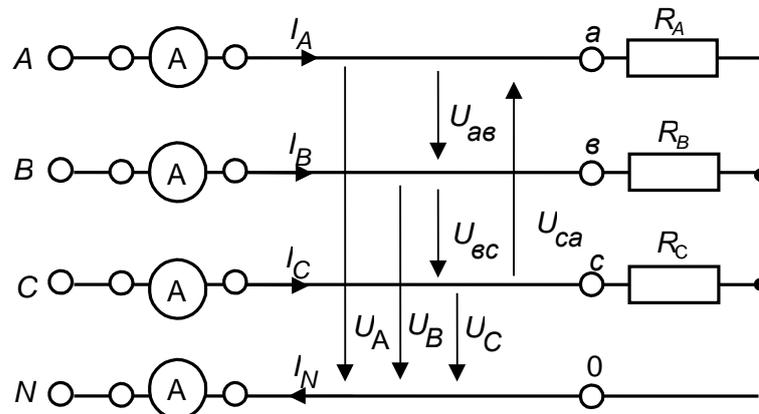
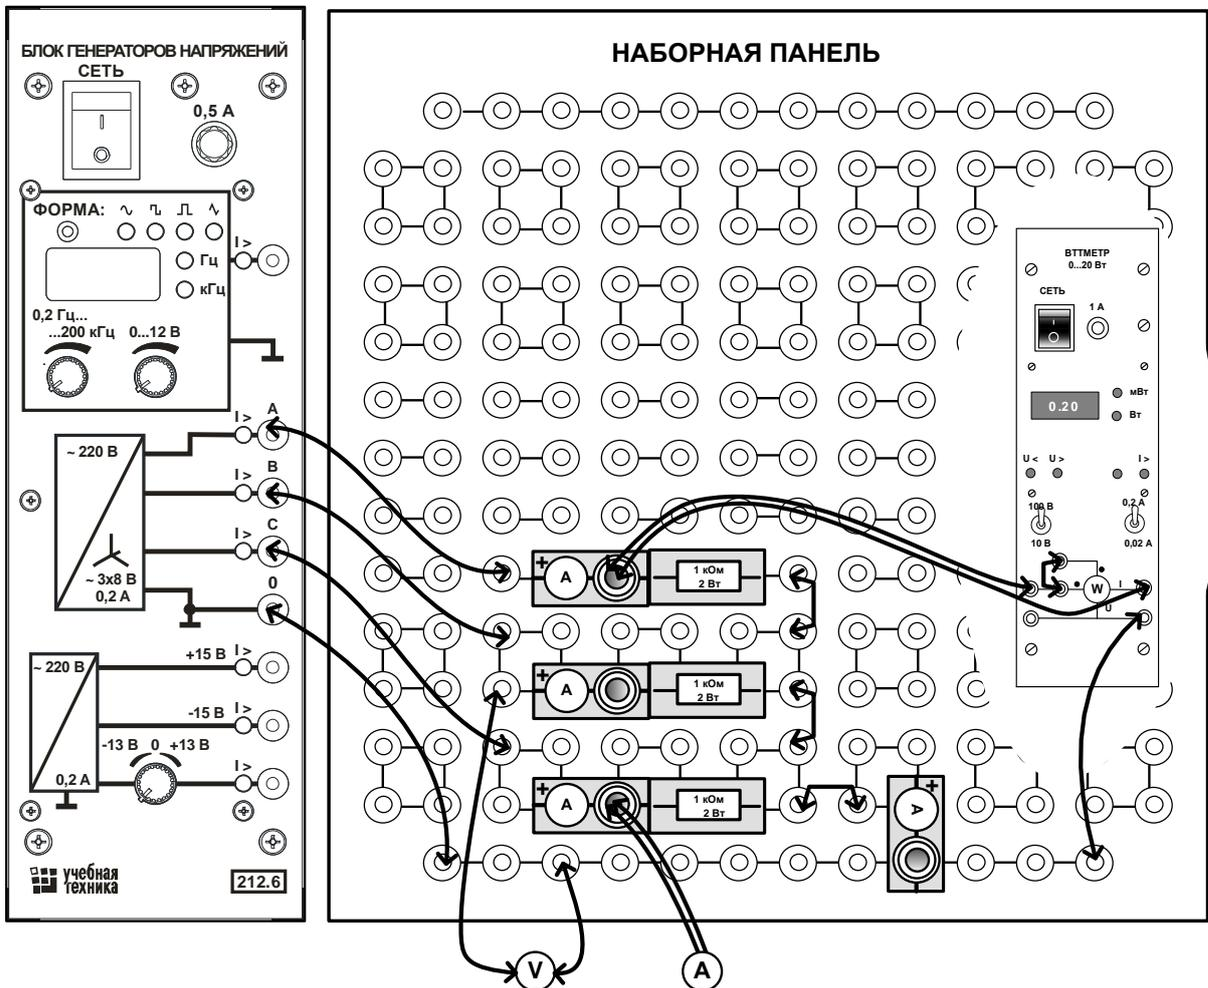

Рис. 12.1
Рис. 12.4
Если нагрузки (приемники) соединены в трехфазную цепь по схеме «звезда» (рис. 12.1), то к сопротивлениям нагрузки приложены фазные напряжения. Линейные напряжения (U_L) в $\sqrt{3}$ раз больше фазных (U_Φ), а линейные токи (I_L) равны фазным (I_Φ) и определяются по закону Ома:
- Соберите цепь с симметричной активной нагрузкой ($R_A = R_B = R_C = 1 \text{ кОм}$) согласно принципиальной схеме (рис. 12.1) и монтажной схеме (рис. 12.4).